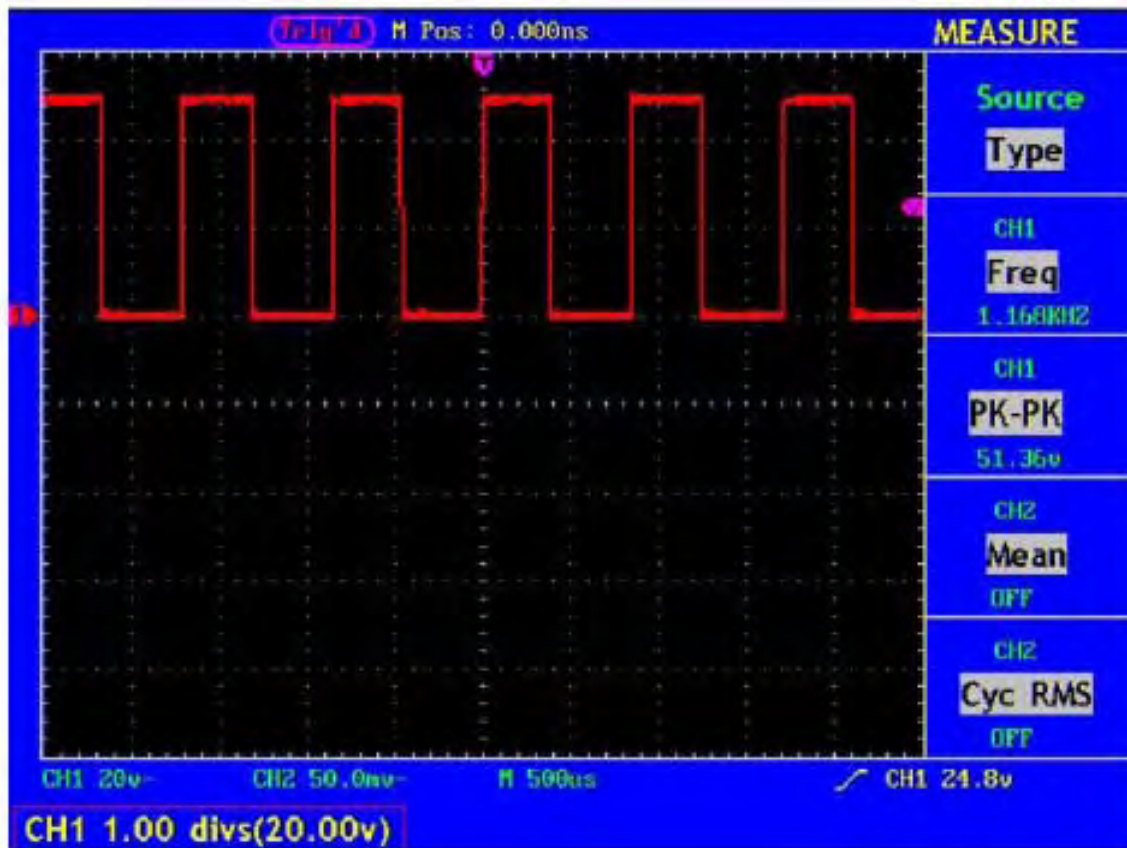

Abb. 21 Informationen zur vertikalen Position
3. Wenn die vertikale Position der Wellenform des Kanals eingestellt wird, zeigt der Bildschirm die Informationen zur vertikalen Position in der linken unteren Ecke an (siehe Abb. 21).